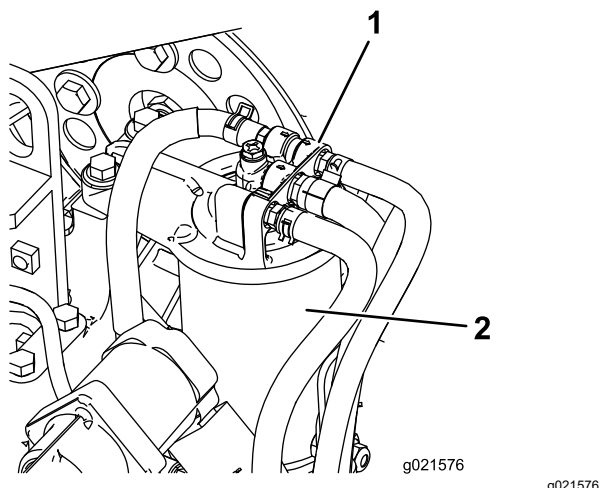

図 76
1. 燃料フィルタのヘッドの周囲をきれいに拭く【図 76】。
2. フィルタを外してフィルタヘッドの取り付け部をきれいに拭く【図 76】。